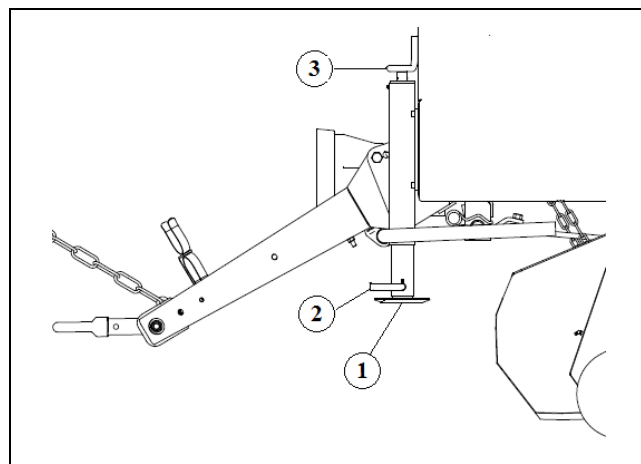

Рис. 45. Опора в транспортном положении
8. После агрегатирования переведите опору дышла в транспортное положение (Рис. 45). Для этого:
- слегка поднимите опору, повернув рукоятку (3), чтобы уменьшить нагрузку на опору.
- выньте шплинт и чеку (2).
- вставьте нижнюю часть опоры (1) в ее верхнюю часть до взаимного перекрытия отверстий, затем вставьте чеку в общее отверстие в этом верхнем положении (2).
- закрепите шплинт (1) от выпадения штифтом.
- поднимите опору машины в транспортное положение (Рис. 45),